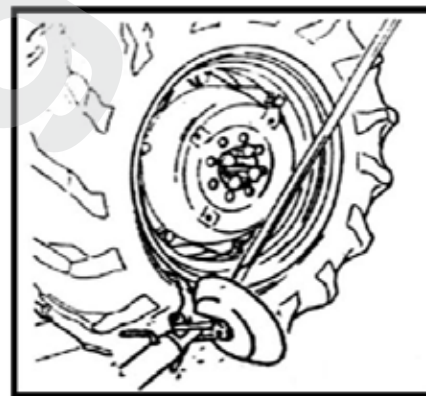

Рис. 16
- (4) Переведите монтажный палец к внешнему краю обода.
- (5) Вставьте монтировку между ободом и бортом справа от инструмента (рис. 16).
- (6) Нажмите на монтировку и опустите колесо до тех пор, пока край обода не окажется на расстоянии 5 мм от монтажного пальца.
- (7) Вращайте колесо против часовой стрелки, чтобы снять один из бортов шины.
- (8) Переведите инструментальную консоль в нерабочее положение, опустите консоль, чтобы шина оказалась на платформе (17). Установите платформу так, чтобы образовался небольшой зазор, необходимый для выемки камеры.